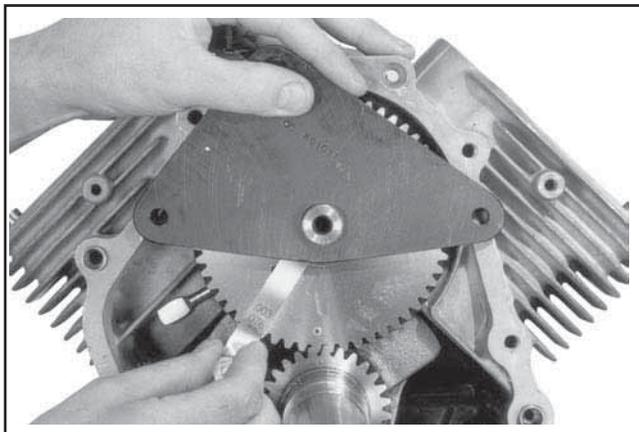

Figure 11-14. Vérification du jeu axial de l'arbre à cames.
2. Positionner l'outil de contrôle du jeu axial de l'arbre à cames sur l'arbre à cames. Voir la Figure 11-14.